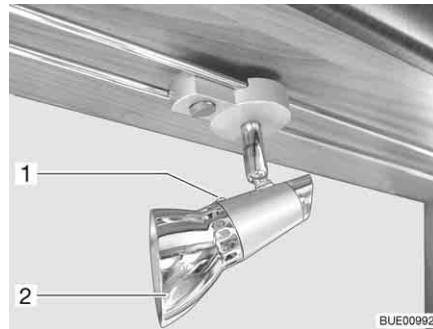

Fig. 223 Spot halogène (coulissant)
- Dévisser la vis de fixation (Fig. 223,1).
- Retirer l'abat-jour (Fig. 223,2).